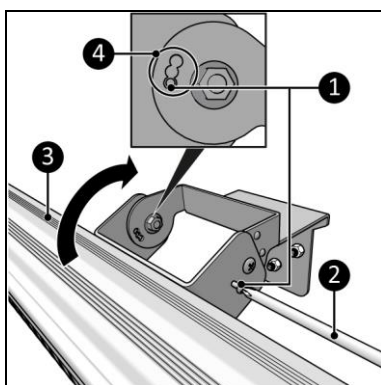

Figura 11
Dispozitivul are 3 poziții (Figura 11, poz. 4):
1. Țineți corpul principal (Figura 11, poz. 3) în timp ce deșurubați șuruburile mici (Figura 11, poz. 1).
2. Deplasați corpul principal (Figura 11, poz. 3) în poziția dorită.
3. Strângeți șuruburile mici (Figura 11, poz. 1).